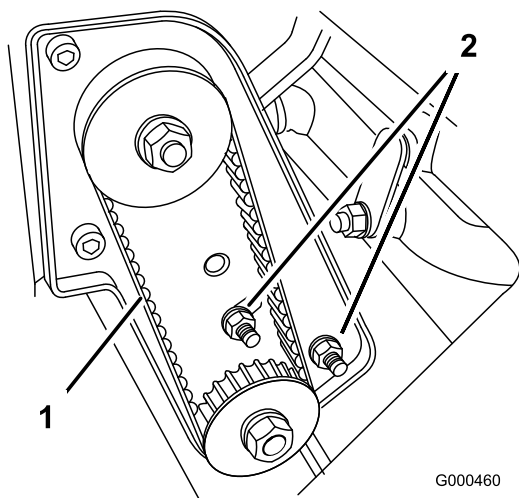

图42
A. 松开轴承座安装螺母 (图42)。
- C. 固定扭矩扳手设置，拧紧轴承座安装螺母（图42）。